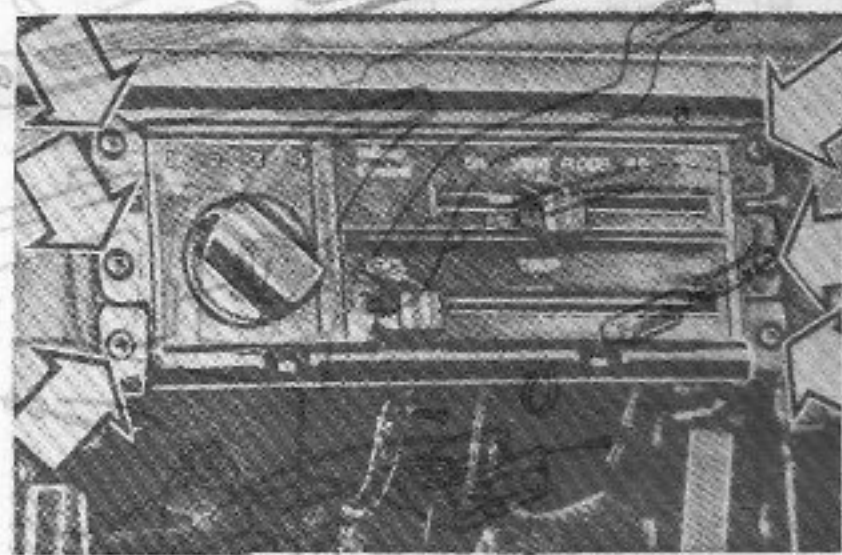

Рис. 9
• Снимите панель управления и кронштейны консоли радиоприемника (рис. 9).